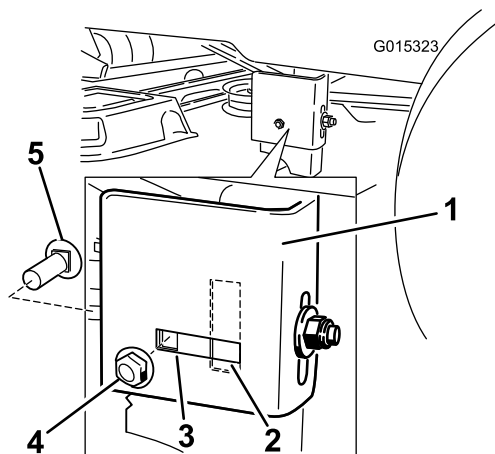

Figura 62
8. Compruebe si el perno de cuello cuadrado lateral está en la posición fija o ranurada (Figura 62).
Nota: Si el perno de cuello cuadrado lateral está en la posición fija, retire el perno de cuello cuadrado lateral y la tuerca de bloqueo lateral de la posición fija, e instálelos en la posición de ajuste ranurada (Figura 62).